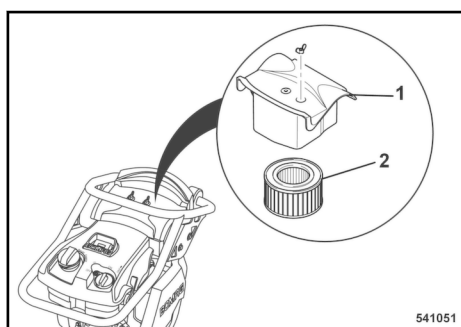

Fig. 81
Colocar o filtro do ar (2) Fig. 81 e fechar a tampa do filtro de ar (1).